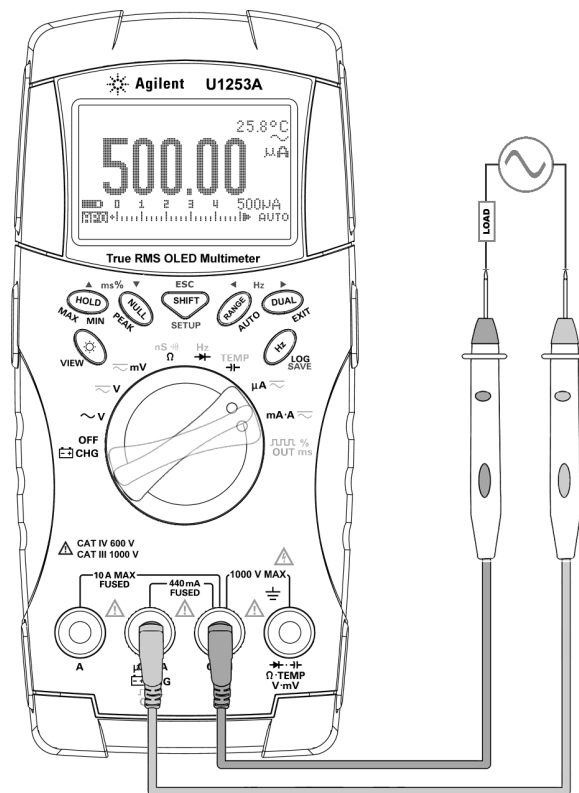

Figure 2-3 Mesure du courant en μ A et mA
- 3 Connectez les cordons de test rouge et noir respectivement aux bornes d'entrée $\mu\text{A}\cdot\text{mA}$ (rouge) et COM (noire) (reportez-vous à la Figure 2-3 à la page 35).
- 2 Connectez les sondes de test comme indiqué à la Figure 2-3 à la page 35.